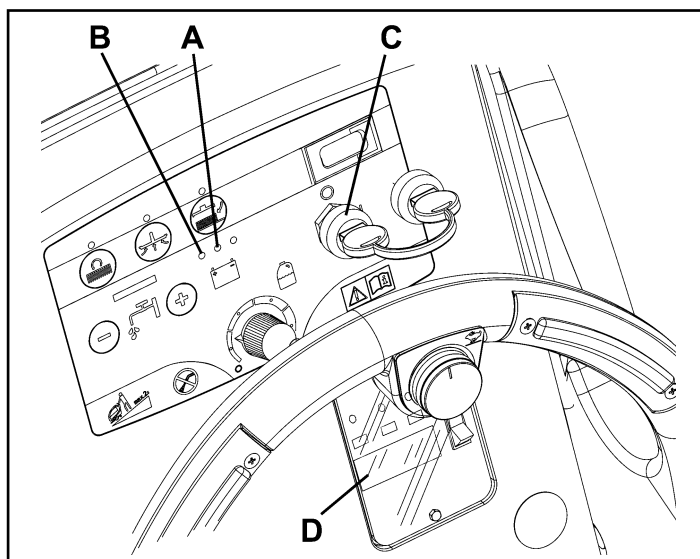

Figure 37
Charger les batteries lorsque le témoin lumineux jaune (A, Fig. 37) ou rouge (B) s'allume, ou à la fin de chaque cycle de nettoyage.
3. Tourner la clé de contact (C, Fig. 37) sur "0".